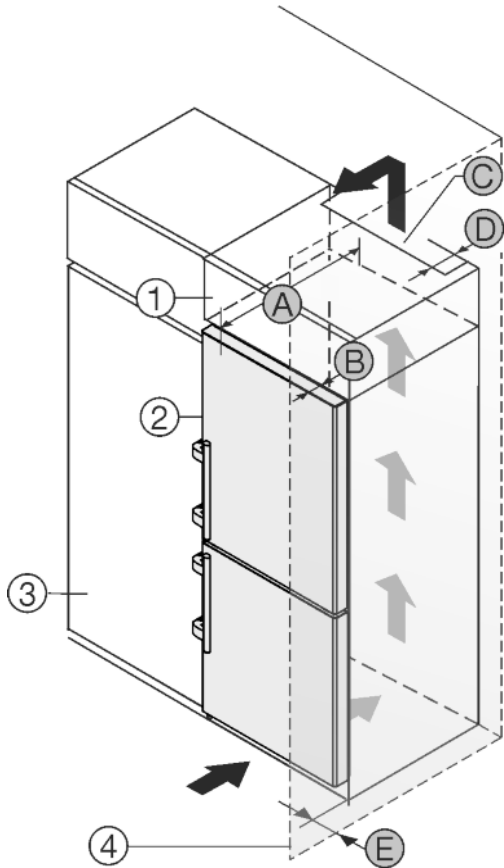

Fig. 47
Устройство может быть окружено кухонными шкафами. Чтобы уравнивать устройство Fig. 47 (2) по высоте с кухонной стенкой, можно установить над устройством дополнительный шкафчик Fig. 47 (1).
Установить устройство можно непосредственно рядом с кухонным шкафом Fig. 47 (3). Чтобы можно было полностью открыть двери, устройство должно выступать на глубину Fig. 47 (B) относительно передней стенки кухонного шкафа. В зависимости от глубины кухонных шкафов и использования пристенных распорок устройство может выступать и больше.
- На задней стенке дополнительного шкафчика должен быть вентиляционный канал с глубиной Fig. 47 (D) по всей ширине этого шкафа.
- Нужно соблюдать вентиляционное отверстие Fig. 47 (C) под нижней панелью.
Если устройство установлено на шарнирах у стены Fig. 47 (4), то нужно соблюдать расстояние Fig. 47 (E) между устройством и стеной. Настолько выступает ручка при открытой двери.